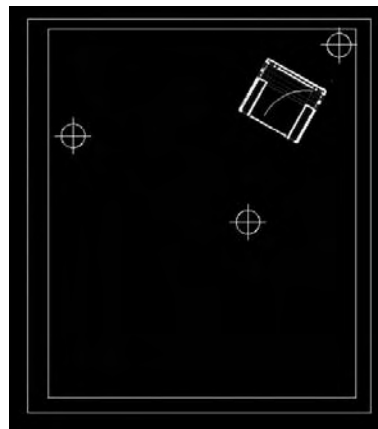

Fig.17.26
- 10 Dans le Panneau de configuration Lumière, activez l'éclairage Utilisateur en cliquant sur la première icône du panneau. Sélectionnez ensuite le bouton **Créer une source ponctuelle** (Create a point light) et placez les lumières suivantes (fig.17.26) :